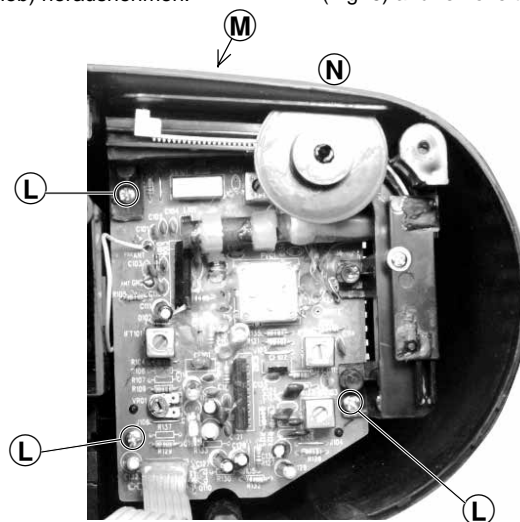

Fig. 6
- 3 Schrauben (L) (Fig. 6) herausdrehen.
- Schalterknopf (M) (Fig. 6) abziehen.
- Gehäuseoberteil im Bereich des Tuninggrades nach oben drücken (N) (Fig. 6) und Tunerplatte (mit Zeigerantrieb) herausnehmen.
- Undo 3 screws (L) (Fig. 6).
- Pull off the switching knob (M) (Fig. 6).
- Press the cabinet top upwards at the position of the tuning wheel (N) (Fig. 6) and remove the tuner board (with pointer drive).